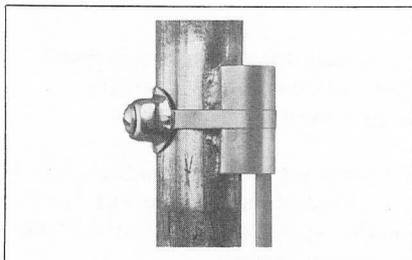

Bild 3 Vorlauffühler VFAN1
- Vorlauffühler VFAN1 (bereits am Zentralgerät angeschlossen) (Bild 3)